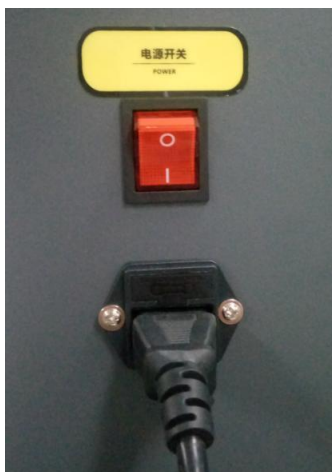

图 4.5 电源开关
1、电源检测正常后，用手左右来回拉动小车看是否顺畅，然后上电开机在机器配件里找到电源线，一端接在 220V 电源上，另外一端插在机器的电源插座上。如图 4.5 所示，按插座上方的机器电源按钮。